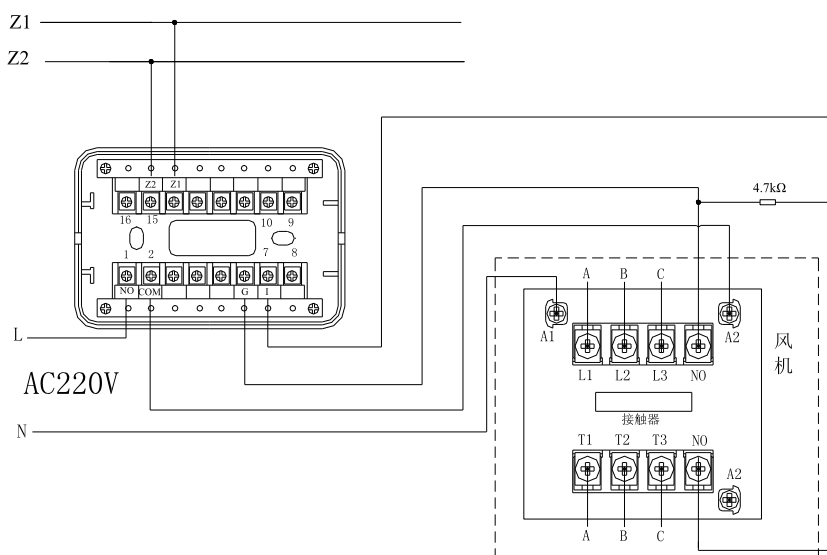

图 5 模块控制 AC220V 给被控设备时接线示意图
2. 当外接 AC220V 时，模块与 AC220V 给被控设备（以风机为例）接线示意图如图 5 所示。